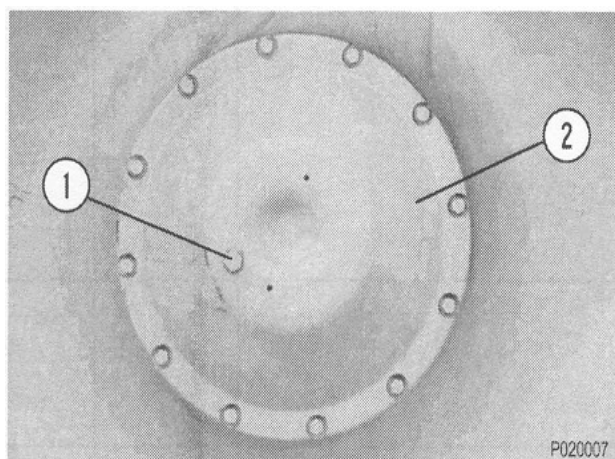

FIGURA 2-7
9. TAPON MAGNETICO – Retire los tapones magnéticos de las cubiertas del cubo de la rueda delantera e inspeccione por si hay desperdicios. Limpie los tapones y repare según sea necesario. Consulte la Figura 2-7.